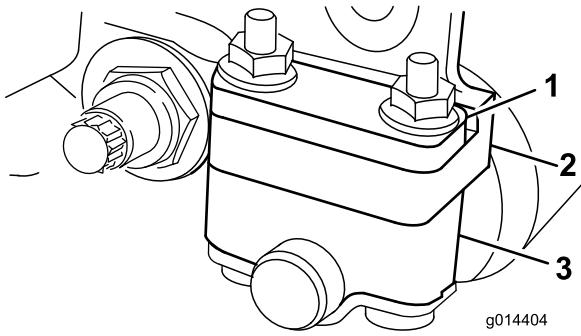
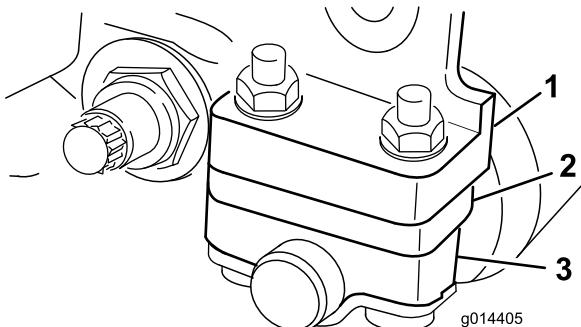

Figure 6
Figure 7
Placez l'entretoise en dessous de la bride de fixation de la plaque latérale lorsque les hauteurs de coupe sont comprises entre 3 et 25 mm (Figure 7).
1. Réglez les supports du rouleau arrière (Figure 6 ou Figure 7) à la position supérieure ou inférieure selon la plage de hauteur de coupe voulue.
Placez l'entretoise au-dessus de la bride de fixation de la plaque latérale (réglage d'usine) lorsque les hauteurs de coupe sont comprises entre 1,5 et 6 mm (Figure 6).